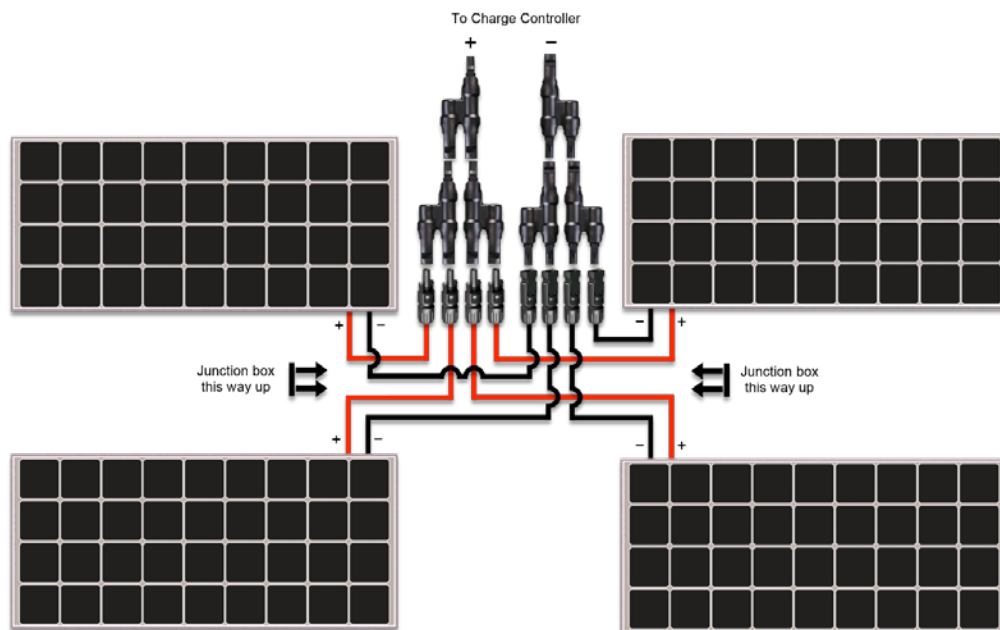

Figura 8.4 FCuatro Paneles de RNG-100D en paralelo
La **Figura 8.4** muestra la disposición para conectar cuatro paneles solares en paralelo. Esta disposición es aplicable si los paneles solares son para ser montados en una configuración de 2x2 como se muestra arriba. Tenga en cuenta que el posicionamiento de las cajas de conexión debe ser seguido por los cables para llegar a los Conectores de Derivación MC4. Esta conexión requiere tres (3) pares de Conectores de Derivación MC4. Cuando uno o varios paneles se montan en diferentes locaciones, es decir, separados por una distancia, los paneles deben ser extendidos con los cables de extensión MC4 (vendidos por separado).